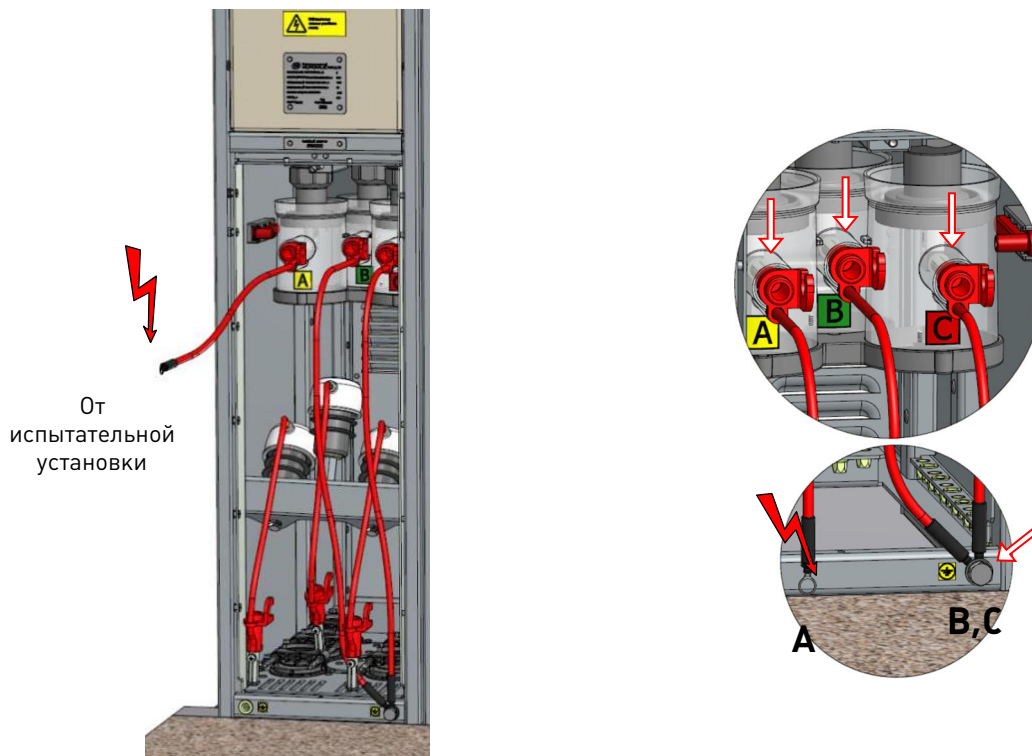

Рис.5.6. Подключение высоковольтных жгутов
4. Заземлить фазы В и С шкафа секции на клемму заземления шкафа **Рис.5.6.**
1. Установить на фазу А шкафа специальный жгут из монтажного комплекта, см. пример рис. **Рис.5.6**.
2. Заземлить фазы В и С шкафа секции на клемму заземления шкафа., см. пример рис. **Рис.5.6**.